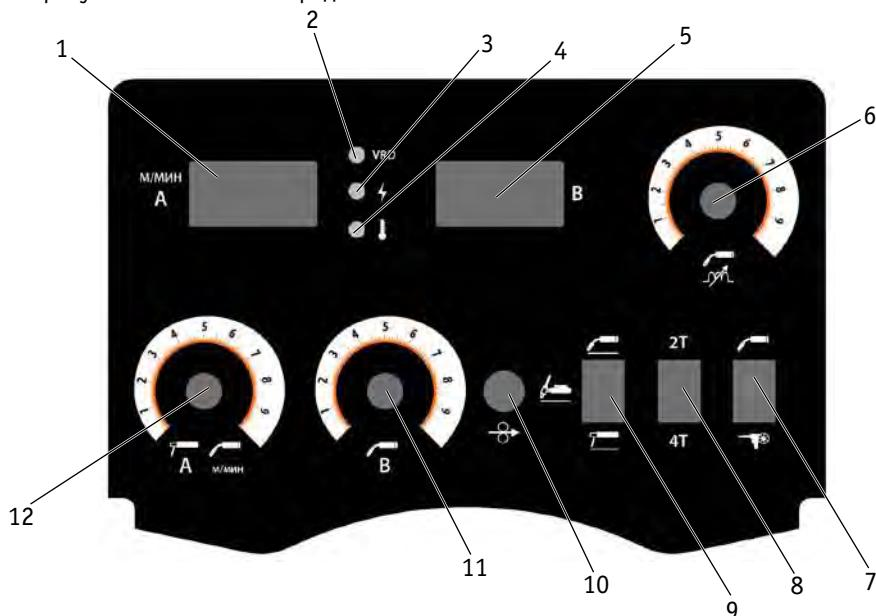

Рис. 7.1. Передняя панель источника питания.
| 2. Панель управления (См. рис. 7.1) | 10. Тумблер включения |
1. Нажать и держать кнопку холостого прогона сварочной проволоки (См. рис. 7.1, поз. 10).
3. После включения отпустить кнопку холостого прогона проволоки. На дисплее №1 (См. рис. 7.1, поз. 1) появятся значения «РХ» – номер ячейки. На дисплее №2 (См. рис. 7.1, поз. 5) появятся значения «XXX» – диапазон регулировки.
4. Регулятором скорости подачи проволоки (См. рис. 7.1, поз. 12) выбрать ячейку.
5. Регулятором напряжение на дуге (См. рис. 7.1, поз. 11) установить параметр.